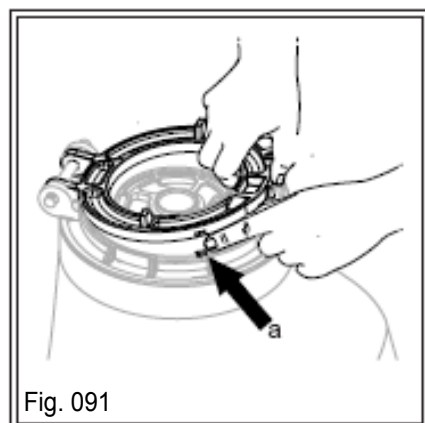

Fig. 091
g) Coloque o calço do disco, posicionando os chanfros com a base do disco "A" (Fig. 091). Feche a base apertando o parafuso borboleta, gire o disco manualmente para certificar que o mesmo esta girando livremente, monte o conjunto na unidade semeadora.